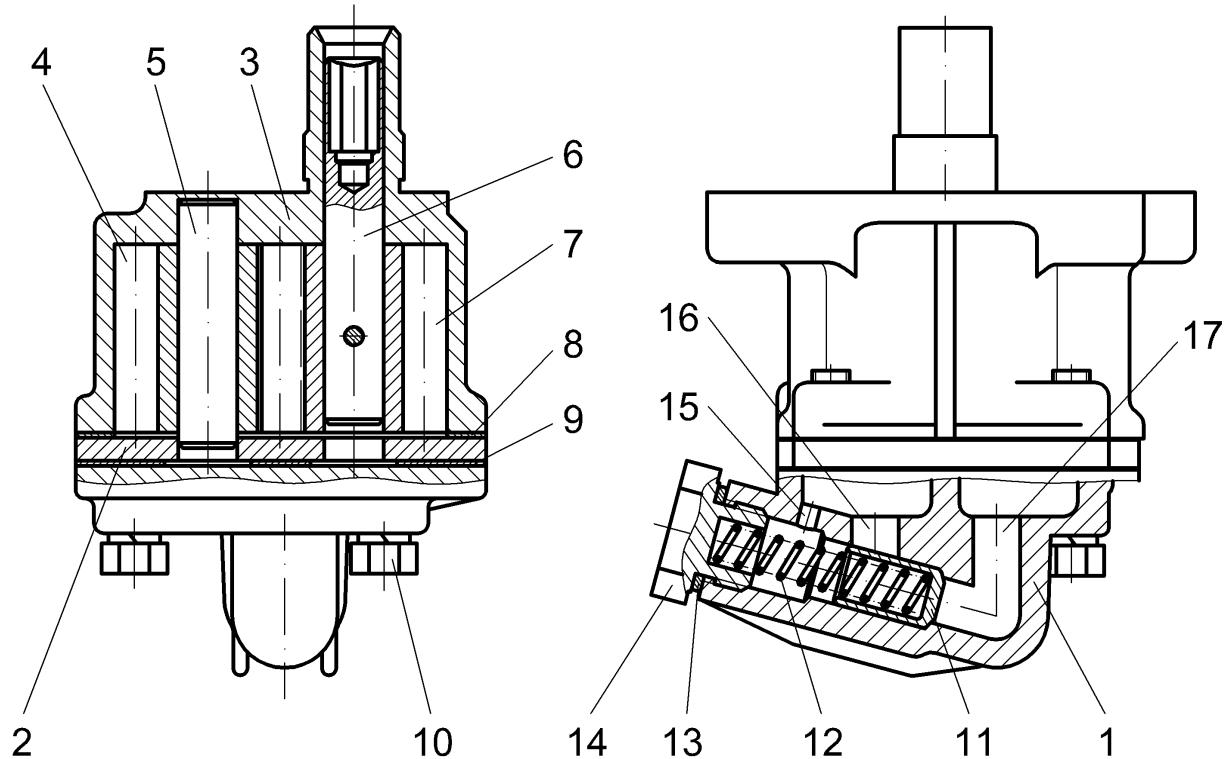

Рис.20. Масляный насос:
**Масляный насос** (рис.20) шестеренчатый, односекционный. Насос приводится от распределительного вала через шестерню с валом и шестигранный валик, входящий в отверстие валика 6 масляного насоса, на котором закреплена штифтами ведущая шестерня 7. Ведущая шестерня находится в зацеплении с ведомой шестерней 4, вращающейся на оси 5, запрессованной в корпус 3 масляного насоса.